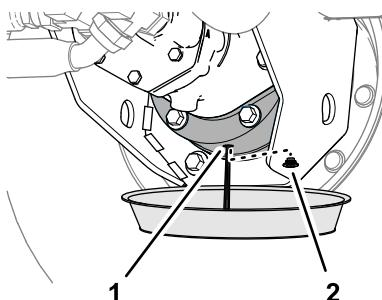

Bild 100
6. Stellen Sie eine Auffangwanne unter das Bremsgehäuse, entfernen Sie die Ablassschraube und lassen Sie das Öl vollständig ablaufen (Bild 100).